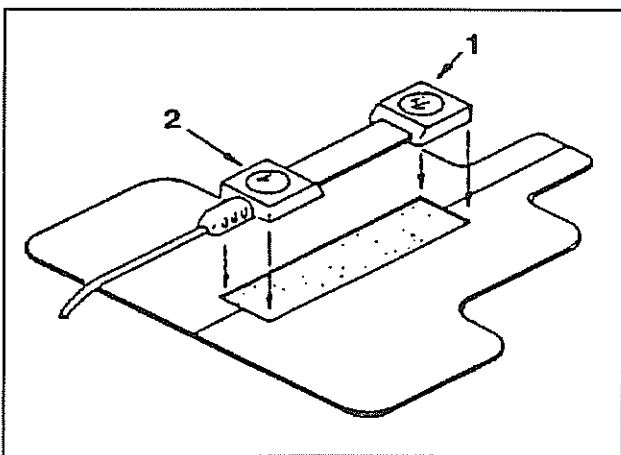

Bild 4 (1) Lichtquelle
- * Entfernen Sie den inneren Teil der Schutzfolie vom Pflaster. Biegen Sie den Sensor vorsichtig gerade und kleben Sie ihn auf die freigelegte Klebefläche des Pflasters (Bild 4).